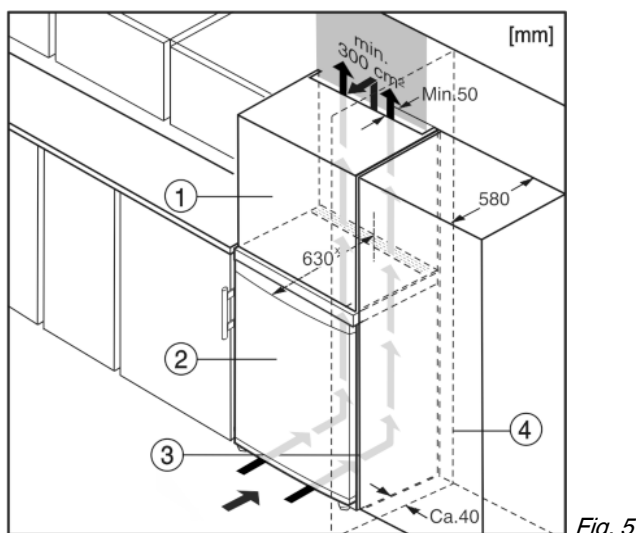

Fig. 5
Устройство может быть окружено кухонными шкафами. Чтобы уравнять устройство Fig. 5 (2) по высоте с кухонной стенкой, можно установить над устройством дополнительный шкафчик Fig. 5 (1).
При комбинировании с кухонными шкафами (глубина макс. 580 мм) устройство можно установить непосредственно рядом с кухонным шкафом Fig. 5 (3). Устройство выступает сбоку на 34 мм* и по центру на 50 мм* относительно передней стенки кухонного шкафа.
Если устройство установлено на шарнирах у стены Fig. 5 (4), то расстояние между устройством и стеной должно быть не менее 40 мм. Настолько выступает ручка при открытой двери.